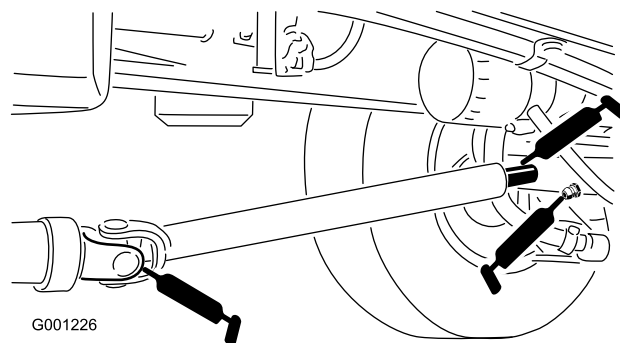

Figura 44
- Árbol de transmisión (3) (Figura 44).